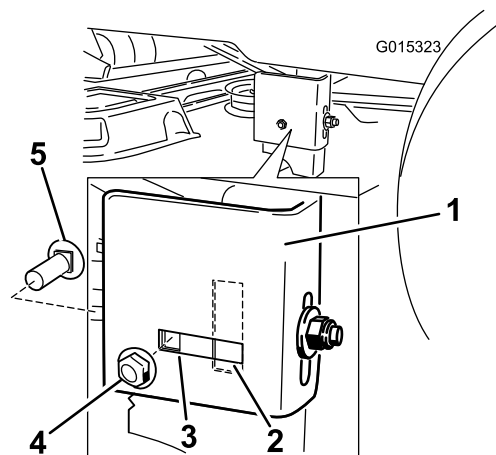

Figura 51
7. Spostatevi sul lato sinistro della macchina. Rimuovete il bullone a testa tonda e i dado di bloccaggio laterali dalla posizione fissa e installateli nella scanalatura posteriore leggermente allentati (Figura 51).